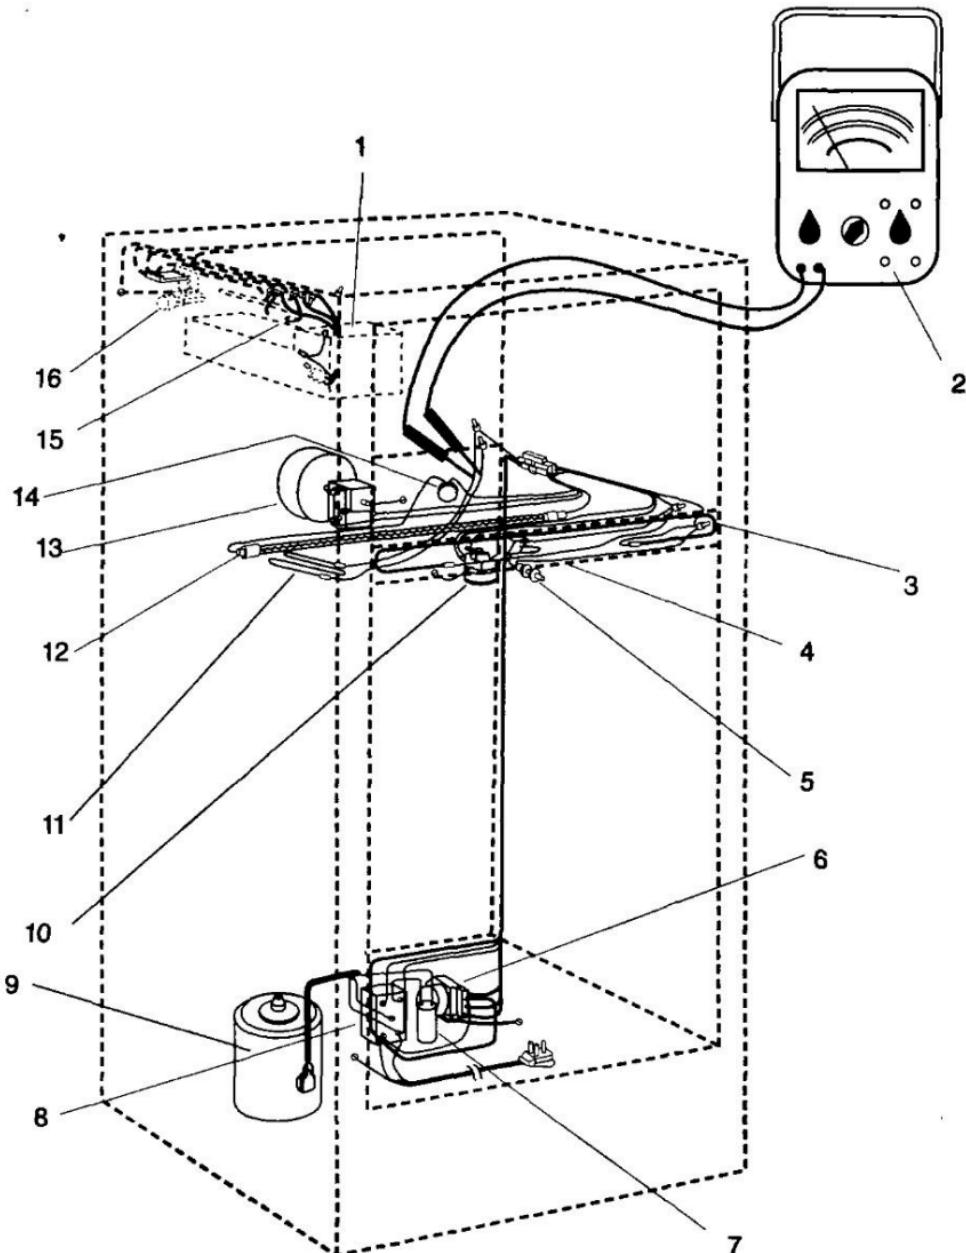

Рис. 81. Проверка электронагревателей системы слива талой воды:
для сбора талой воды. Исправность нагревателя контролируют подачей напряжения на его клеммы, устанавливая вручную реле времени на цикл оттаивания. Если имеется напряжение, то отключают питание, отсоединяют электропроводку от нагревателя и проверяют его с помощью омметра (рис. 81). Поврежденный нагреватель заменяют.
30.1. Ленточный электронагреватель устанавливают по периметру двери и корпуса морозильного отделения для исключения конденсации влаги на внешней поверхности шкафа (см. рис. 81). Для проверки электронагревателя с помощью вольтметра определяют напряжение на его клеммах, когда агрегат включен в электросеть. Если есть напряжение, а нагреватель не работает, то агрегат отключают от электросети и отсоединяют электропроводку от нагревателя, и проверяют его исправность с помощью омметра. В том случае, когда прибор показывает сопротивление «бесконечность», нагреватель заменяют. Если напряжения нет, то затягивают ослабленные соединения или заменяют поврежденную проводку.